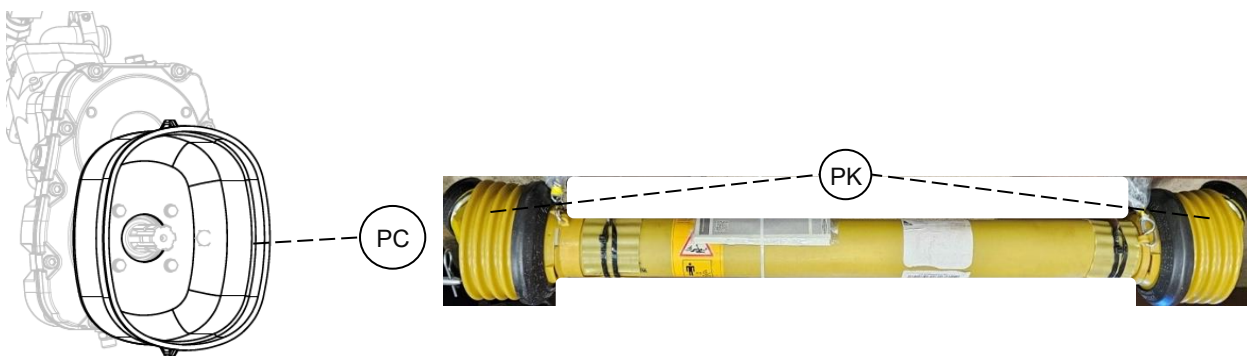

Abb. 11
8. Befestigen Sie die Schutzvorrichtungen (PK) mit den Ketten an der Schutzvorrichtung (PC) und am Schutzkorb des Traktors, damit sich diese nicht drehen. Kürzen Sie die Ketten ggf., damit sie sich nicht aufwickeln, siehe Abb. 11.